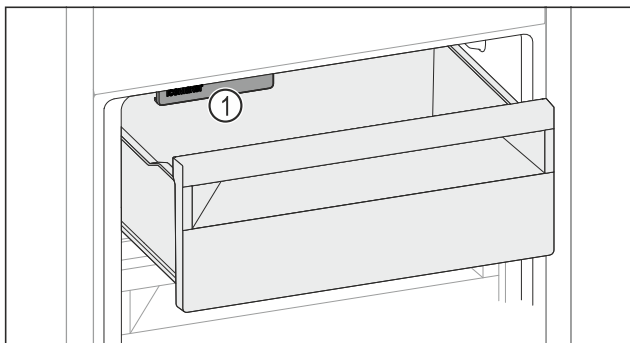

Fig. 156
- Dávejte pozor na IceMaker Fig. 156 (1).